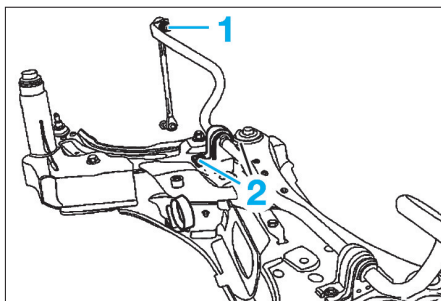

FIG. 4
- les écrous (1) inférieurs des biellettes de barre stabilisatrice (Fig.4),
- les vis (2) des paliers puis la barre stabilisatrice.